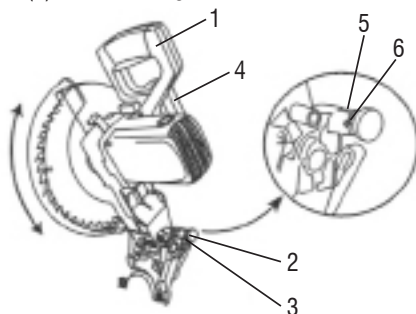

Fig. 4 - Procedimento para levantar o cabeçote
- 2 - Ao mesmo tempo puxar o pino trava (2);
- 3 - Girar o pino trava para a posição (6), conforme Fig. 4;